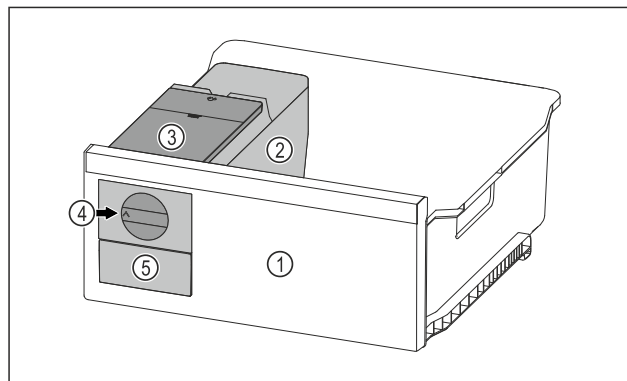

Fig. 102 Príklad zobrazenia
- Otočný gombík Fig. 102 (4) otočte v smere hodinových ručičiek až na doraz.
- ▷ Kocky ľadu vypadávajú z misky na kocky ľadu do zásuvky na kocky ľadu Fig. 102 (5).